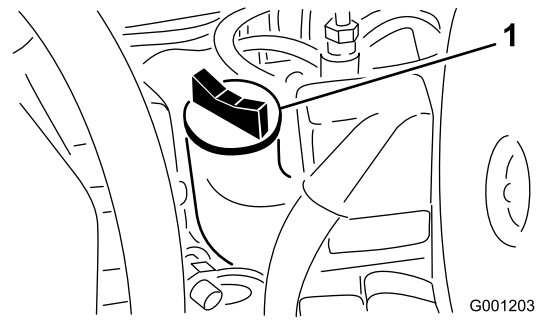

Figura 51
4. Si el nivel de aceite está por debajo de la marca Lleno, retire el tapón de llenado (Figura 51) y añada aceite hasta que el nivel llegue a la marca Lleno de la varilla. **No llene demasiado.**